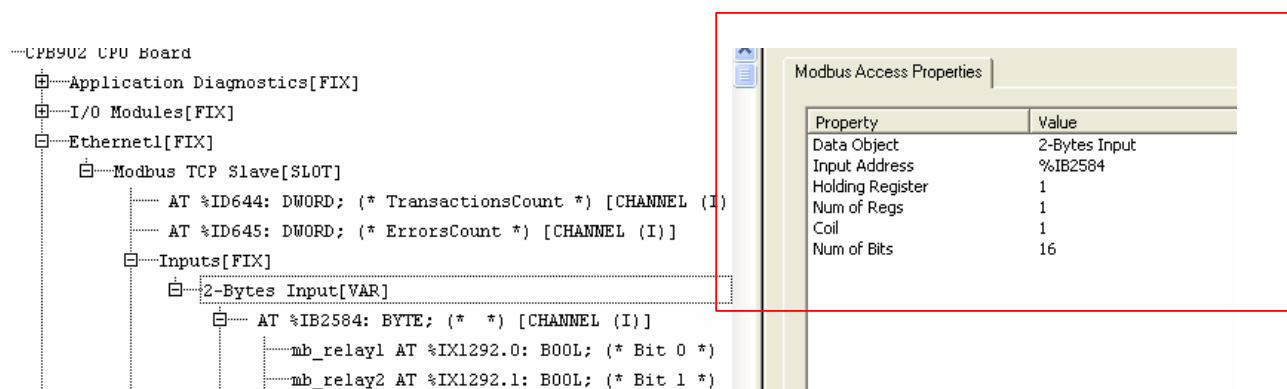

Рис. 30. Отображение используемого объекта 2-Bytes Input на множество регистров и битовых полей сервера Modbus
- 2) Опять вернуться на элемент объекта **2 – Bytes Input** и в диалоговом окне справа получить параметры доступа **Modbus Access Properties** (рис. 30).